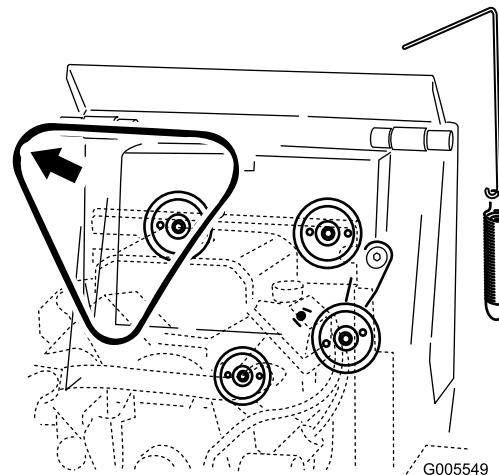

**Figura 52**
4. Retire el muelle de la polea tensora del conjunto de la polea tensora (Figura 52).
6. Instale una nueva correa de transmisión alrededor de las 3 poleas (Figura 52).